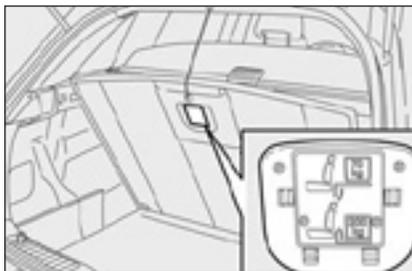

рис. 108
**Наибольший вес, который может выдержать поверхность для груза багажника, установленная в верхнем положении - 70 кг и 200 кг в нижнем положении, как показано на соответствующем ярлыке, нанесенном на поверхности для груза (см. рис. 108).**